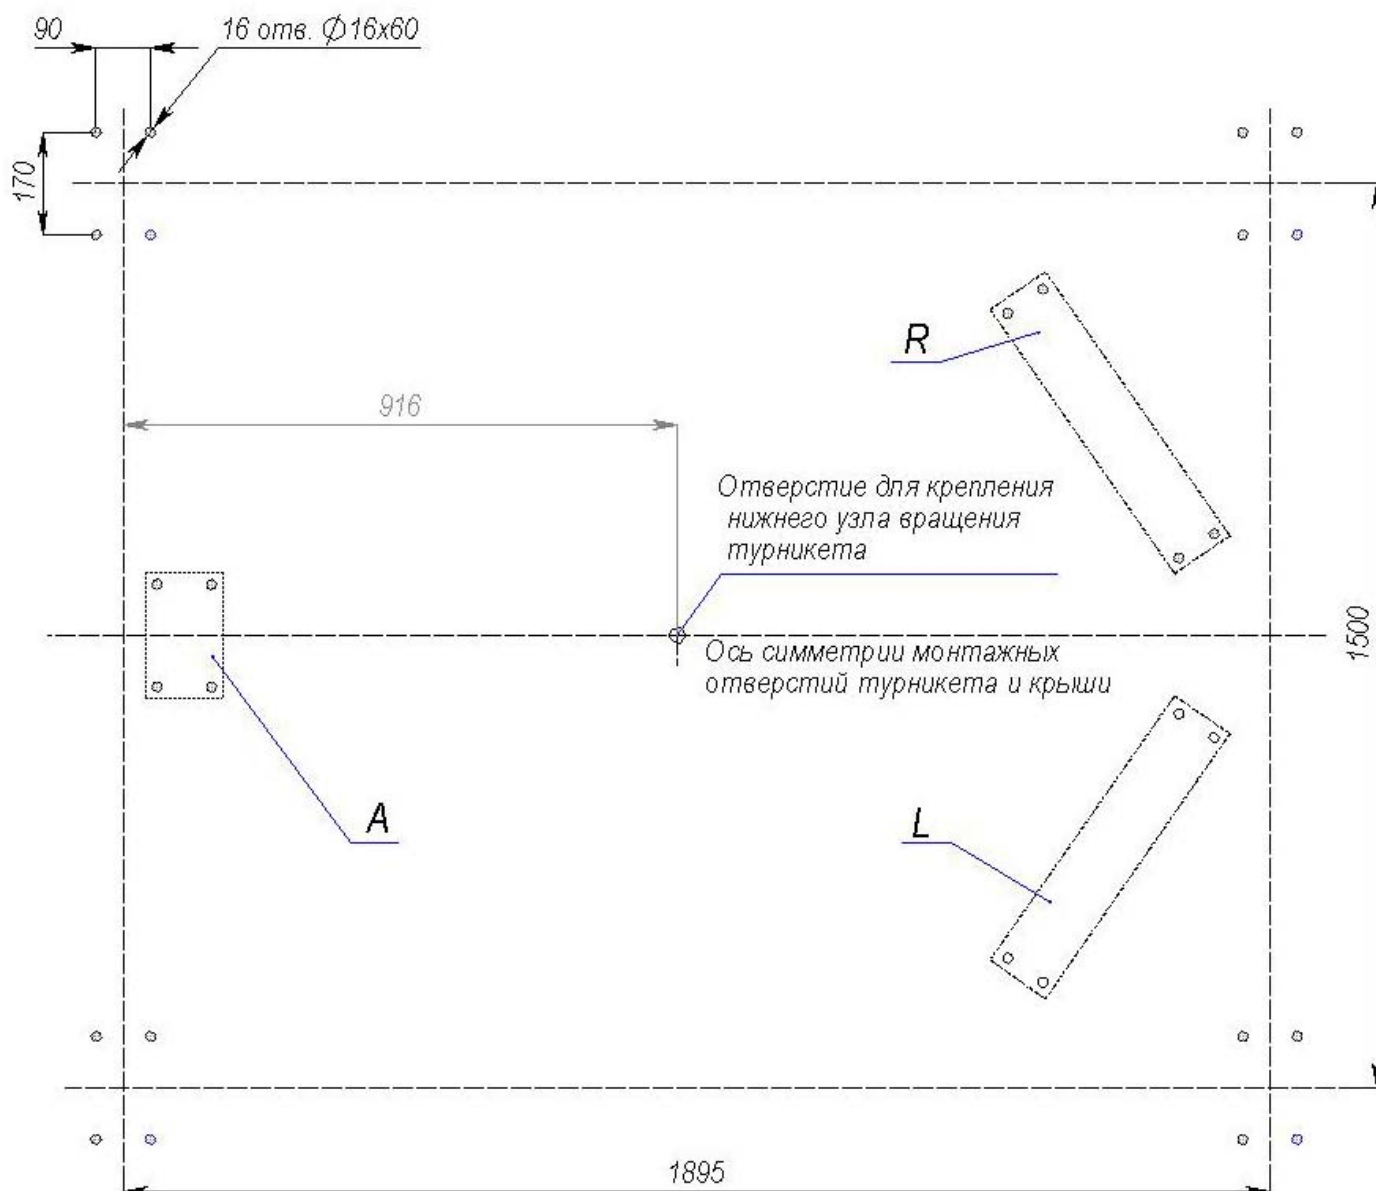
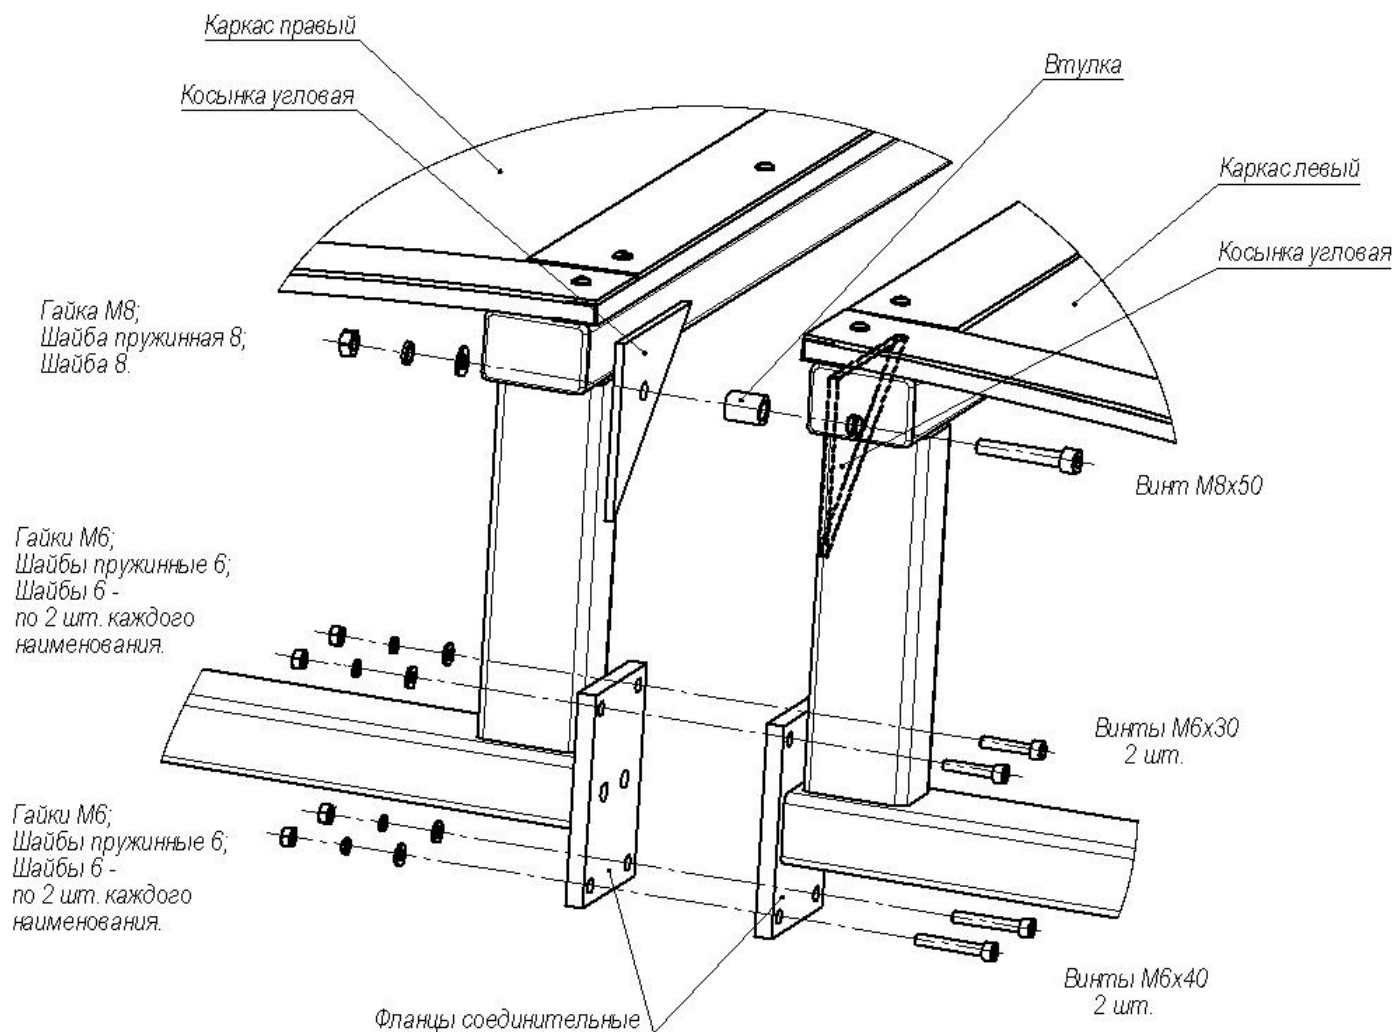
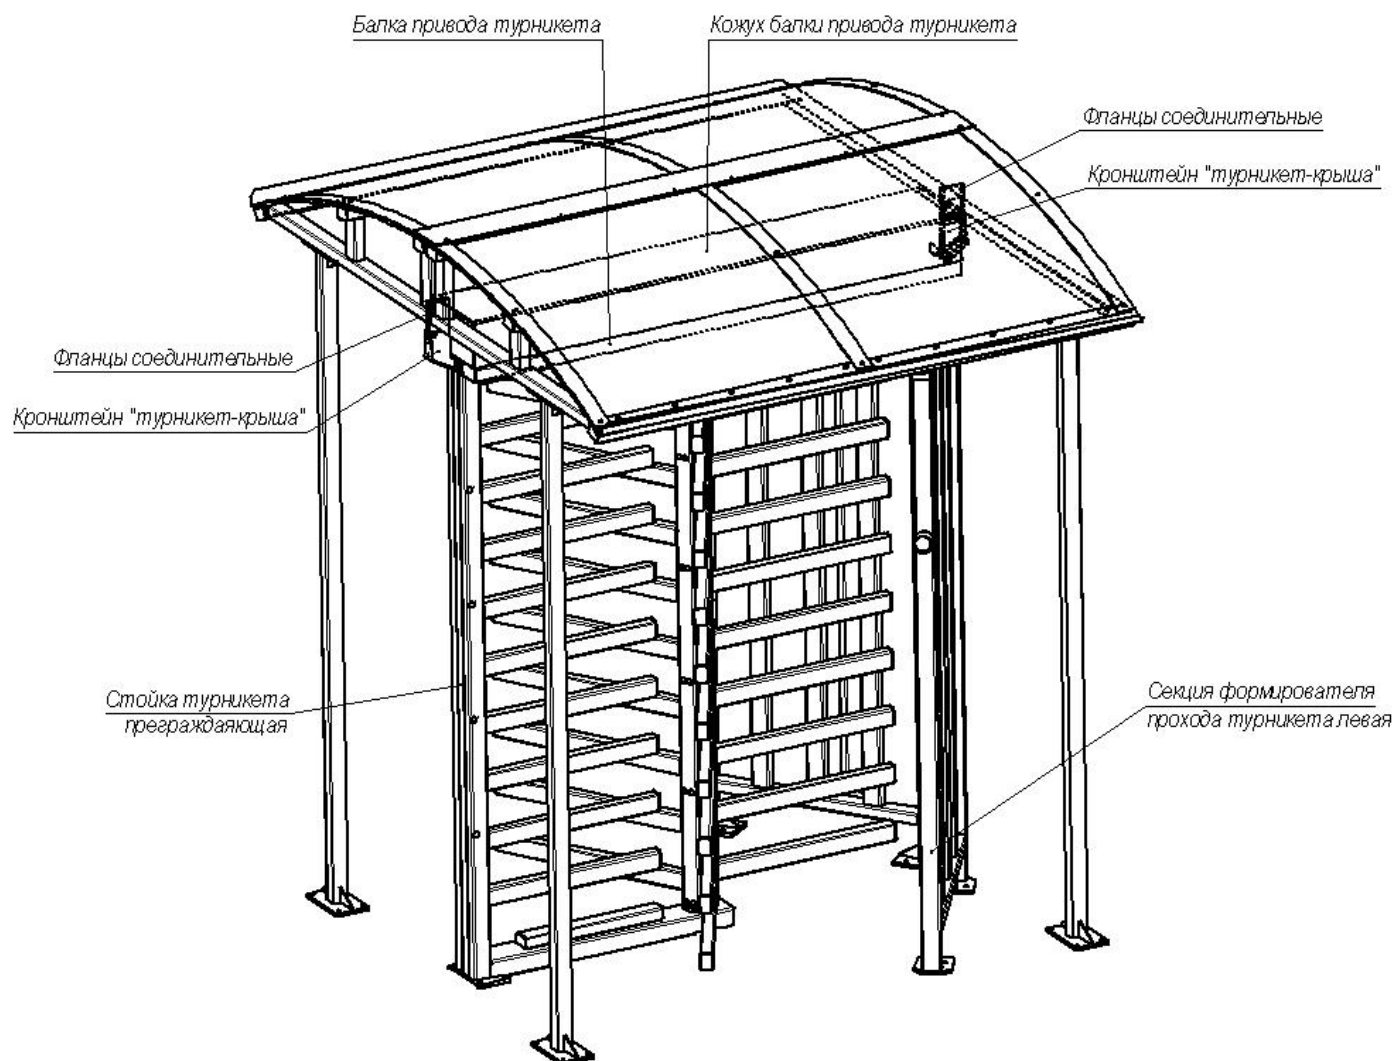

Рисунок 3 – Схема разметки отверстий для крепления стоек (3) крыши относительно отверстий для крепления турникета:
Рисунок 4 – Схема соединения каркасов правого (1) и левого (2)
Рисунок 7 – Расположение кронштейнов «турникет-крыша» между фланцами соединительными (6) крыши и балкой привода турникета
* Названия каркасов «правый» и «левый» даны условно и связаны с названием соответствующей секции формирователя прохода турникета (см. рисунок 3), над которой расположен тот или иной каркас: «левым» называется каркас, устанавливаемый над левой секцией (см. рисунок 7), «правым» — устанавливаемый над правой секцией (см. *Руководство по эксплуатации турникета роторного полноростового PERCo-RTD-15*).
Примечание – Разметку отверстий для монтажа крыши выполняйте одновременно с разметкой отверстий для монтажа турникета, проводимой в соответствии с *Руководством по эксплуатации турникета роторного полноростового PERCo-RTD-15*. Оси симметрии монтажных отверстий турникета и крыши совпадают (см. рисунок 3).
8.2.7 Изнутри левого каркаса через отверстие в его угловой косынке проденьте винт *M8x45*, наденьте на винт втулку и вставьте его в отверстие угловой косынки правого каркаса (см. рисунок 4). Зафиксируйте винт изнутри правого каркаса гайкой *M8* с двумя шайбами.
- при эксплуатации крыши совместно с отдельно стоящим турникетом без ограждения прикрепите её к балке привода турникета двумя кронштейнами типа «*турникет-крыша*», устанавливаемыми с её обеих торцовых сторон (см. рисунок 7 и п. 8.2.15);
- со стороны преграждающей стойки турникета (рисунок 7) выверните из соединительных фланцев каркасов крыши два нижних винта *M6x40* с гайками и шайбами (рисунок 4);
8.2.16 Аналогичным образом установите кронштейн «турникет-крыша» со стороны секций формователя прохода турникета (рисунок 7).